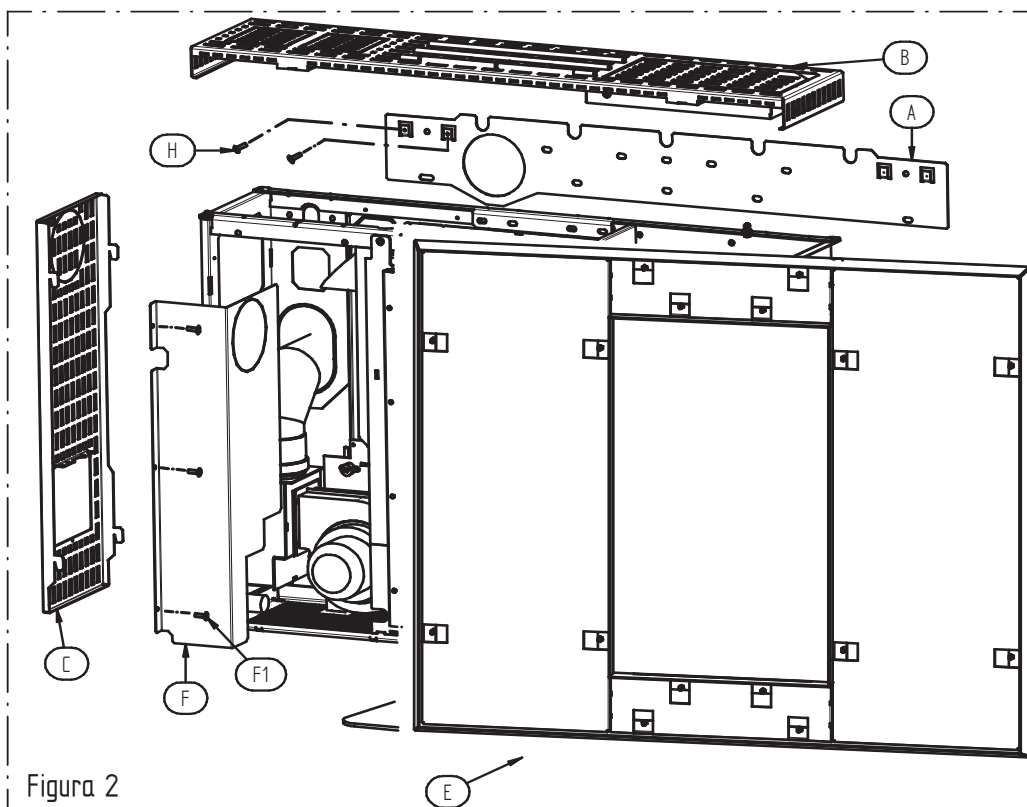

**Figura 1**
E' possibile fissare a muro la stufa. Qualora fosse prescelta questa possibilità è necessario assicurarsi che l'intonaco e la finitura del muro supporti una temperatura di esercizio di 80 °C. E' possibile fissare la stufa con o senza il basamento : per togliere il basamento (I) è necessario togliere le 4 viti (L) che lo tengono fissato alla stufa stessa, a tal proposito seguire la figura 1.
- Rimontare in sequenza la "protezione" (F), il "rivestimento" (D), il "fianco sinistro" (C) e il "coperchio" (B).
E' possibile fissare a muro la stufa. Qualora fosse prescelta questa possibilità è necessario assicurarsi che l'intonaco e la finitura del muro supporti una temperatura di esercizio di 80 °C. E' possibile fissare la stufa con o senza il basamento : per togliere il basamento (I) è necessario togliere le 4 viti (L) che lo tengono fissato alla stufa stessa, a tal proposito seguire la figura 1. Per fissare la stufa a muro seguire le figure 2-4-5 per la SlimQuadro: